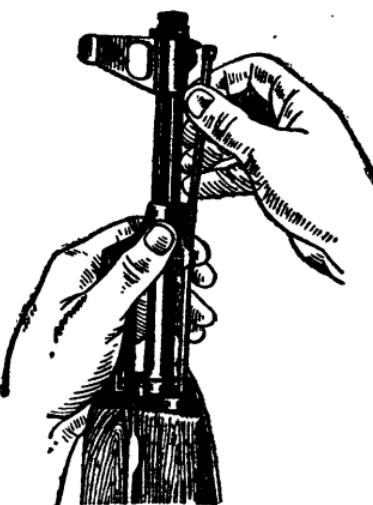

Рис. 4. Отделение шомполя
**3) Отделить шомпол.** Оттянуть конец шомполя от ствола так, чтобы его головка вышла из-под упора на основании мушки (рис. 4), и вынуть шомпол вверх. При отделении шомполя разрешается пользоваться выколоткой.